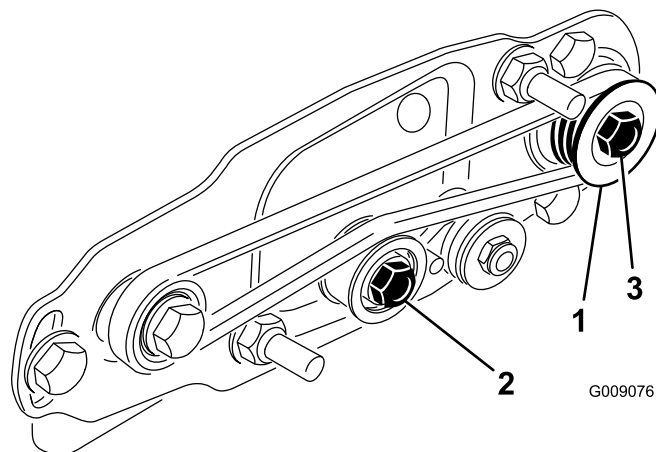
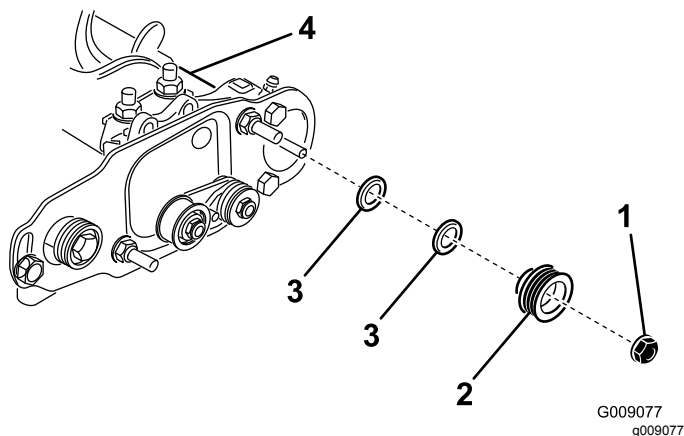

図 39
図 40
1. 受動プーリローラブラシのシャフト位置のは内外に動かすことができます 図 39。
2. リールを回しながらつまり駆動プーリを回しながら、駆動プーリからベルトをはずす 図 39。
3. 受動プーリをブラシシャフトに固定しているロックナットを取り外す 図 39 または 図 40。
4. シャフトから受動プーリを取り外す 図 40。
5. プーリを外側に出したい場合には、0.8mm 0.032" 厚のスペーサを 1 枚入れる 図 40。プーリを